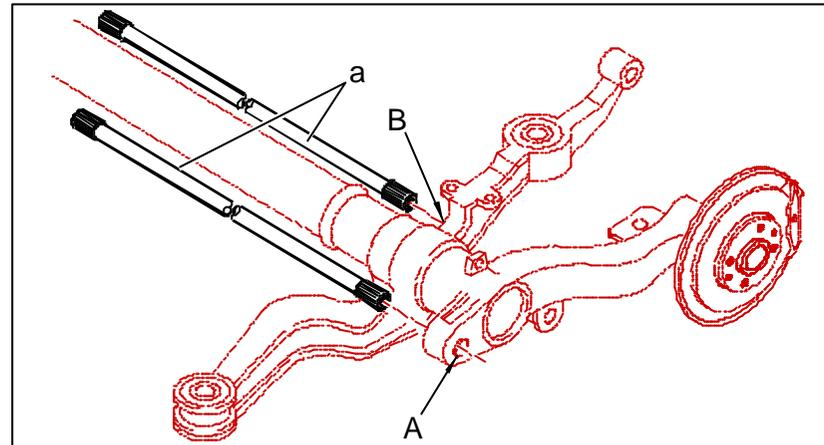

Fig. 3
- ⇨ Engager la barre de torsion (Rep a, Fig. 3) dans le bras en A et dans le support de traverse en B en recherchant par rotation la position ou elle s'engage librement.